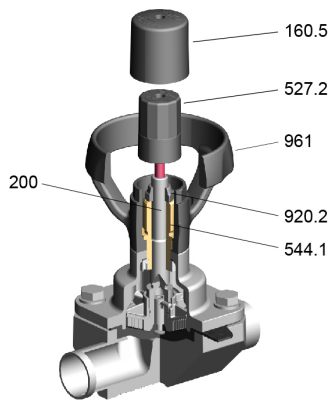

Abb. 14: SISTO-C
5. Deckel 160.5 wieder über Handrad 961 und Einstellhülse 527.2 aufsetzen (⇒ Abb. 14) .